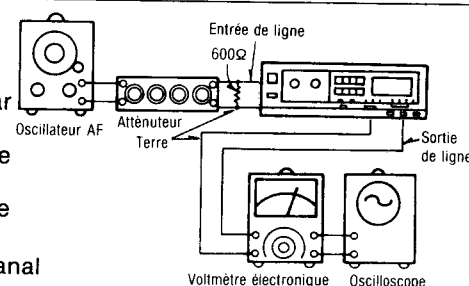

Fig. 15
1. Brancher les appareils comme indiqué dans la Fig. 15.
8. Recommencer à partir de la phase (2).